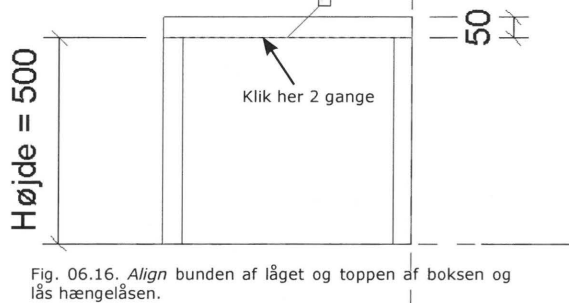

Fig. 06.16. *Align* bunden af låget og toppen af boksen og lås hængelåsen.
- Klik på underkanten af låget og toppen af boksen (til sammen 2 gange, da linierne ligger lige oven i hinanden) og lås herefter hængelåsen (Fig. 06.16).